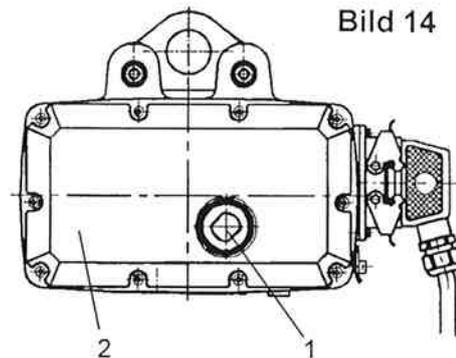

Bild 14
1. Verschlusschraube (1) (Bild 14) an dem Getriebedeckel (2) mit Hilfe eines Maulschlüssels (Schlüsselweite 19) lösen und entfernen.